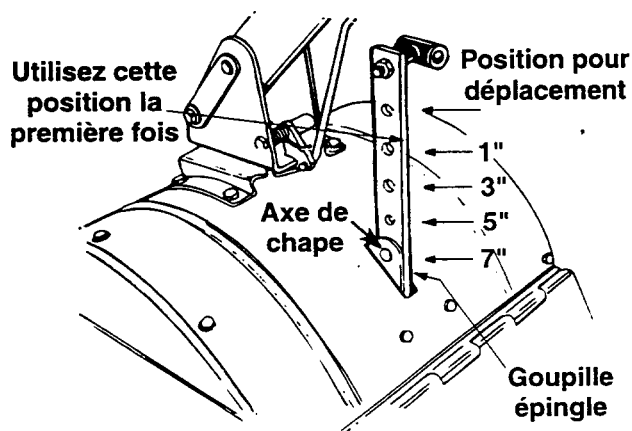
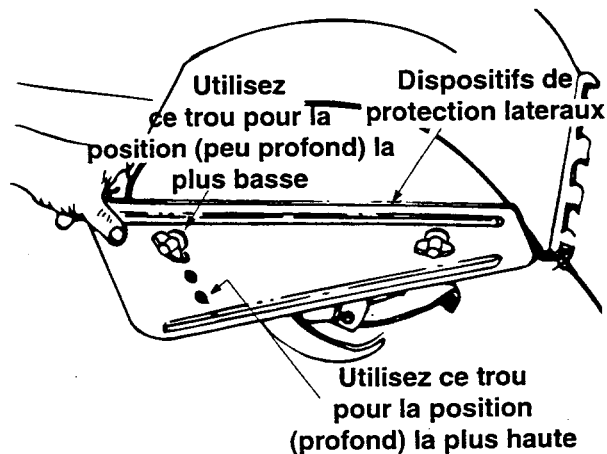

Figure 9
Figure 10
**AVERTISSEMENT:** La première fois que vous utilisez le motoculteur, réglez le guide de profondeur à 1-1/2 po (deuxième trou à partir du haut). Voir la Figure 9.
La profondeur de travail est contrôlée par le guide de profondeur qui peut être réglé à cinq positions différentes. Voir la Figure 9. Ajustez les dispositifs de protection latéraux comme à la Figure 10 en réglant le guide de profondeur. Vérifiez que le fil de la bougie est débranché et mis à la masse contre le moteur.
1. Lors de la première utilisation du motoculteur, employez le deuxième trou de réglage à partir du haut (profondeur de travail: 1 po). Voir la Figure 9.
5. Enlevez l'axe de chape et la goupille épingle pour ajuster le guide de profondeur. Voir la Figure 9. Placez le guide de profondeur à la position voulue.
6. Enlevez les écrous à oreilles pour ajuster les panneaux latéraux. Voir la Figure 10. Placez un panneau latéral à la position voulue. Remplacez les écrous à oreilles et serrez à fond.